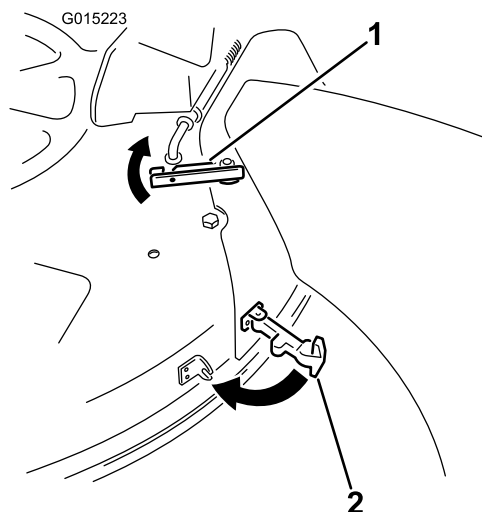

Bild 22
7. Haken Sie den oberen Riegel oben am Auswurfkanal um die Gelenkstange des Ablenkblechs, wie in **Bild 22** abgebildet.
8. Haken Sie zum Befestigen des Auswurfkanals am Mähwerk den flexiblen Verschluss am Auswurfkanal an der Halteklemme ein, die am Mähwerk angeschweißt ist (**Bild 22**).